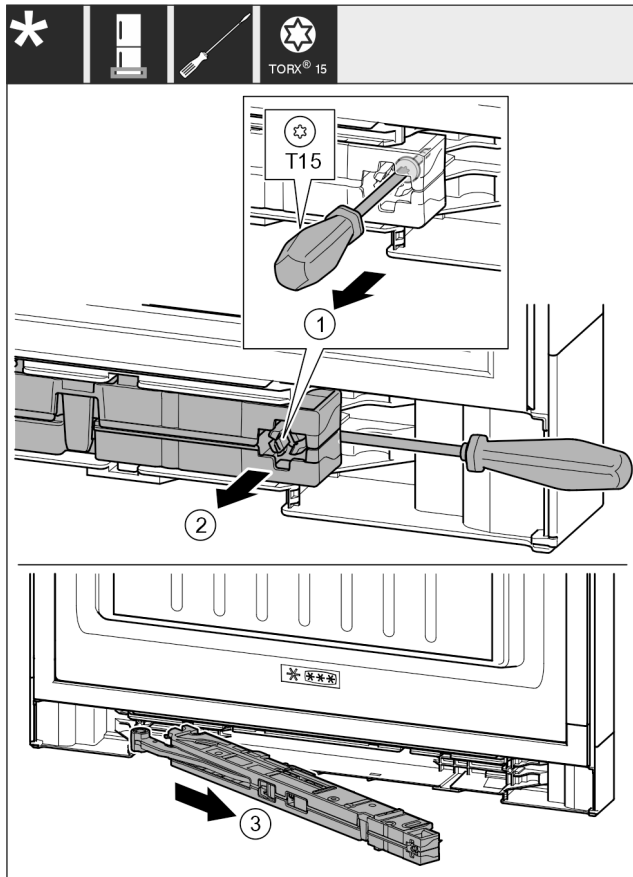

Fig. 17
- ▶ 用螺丝刀将关门阻尼单元上的螺钉 Fig. 17 (1) 松开 14 mm。
- ▶ 用螺丝刀在手柄侧向前推动关门阻尼单元 Fig. 17 (2)。
- ▶ 拉出关门阻尼单元 Fig. 17 (3)。